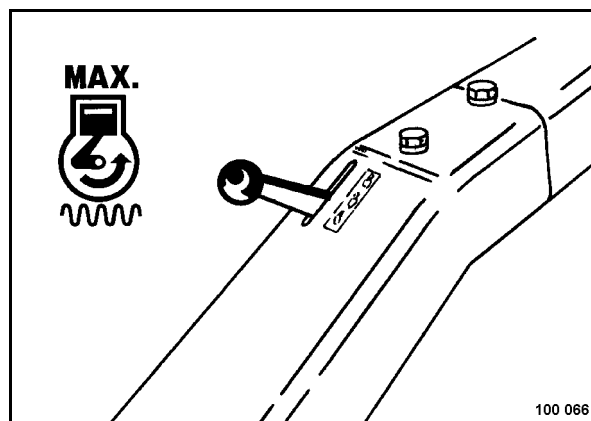

Рис. 37
- Установить рычаг управления частотой вращения (Рис. 37) в положение "MAX".